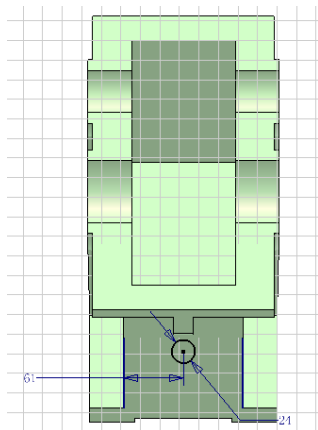

图 9-41 绘制拉伸草图
③在新建的工作平面上新建草图，单击【草图】标签栏【绘图】面板的【圆】工具按钮，绘制如图 9-41 所示的直径为 24mm 的圆形，并选择【尺寸】工具进行尺寸标注及尺寸值的修改。